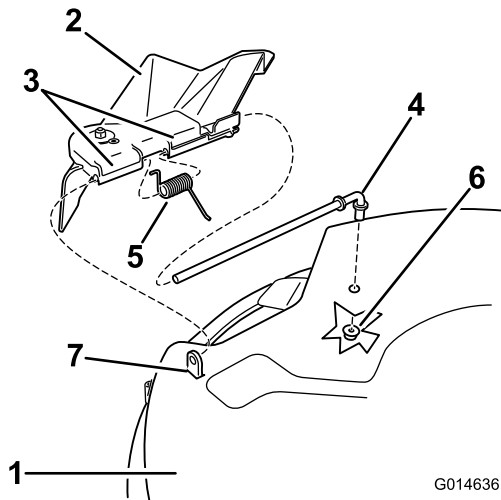

Figure 58
1. Retirez l'écrou ($\frac{3}{8}$ po) de la tige, sous le tablier de coupe (Figure 58).
2. Sortez la tige de la courte cheville de positionnement, du ressort et du déflecteur d'herbe (Figure 58).
4. Remettez en place le déflecteur d'herbe (Figure 58).
7. Insérez la tige dans le deuxième support du déflecteur d'herbe (Figure 58).
9. Fixez l'extrémité arrière de la tige dans le tablier de coupe à l'aide d'un écrou ($\frac{3}{8}$ po), comme montré à la Figure 58.